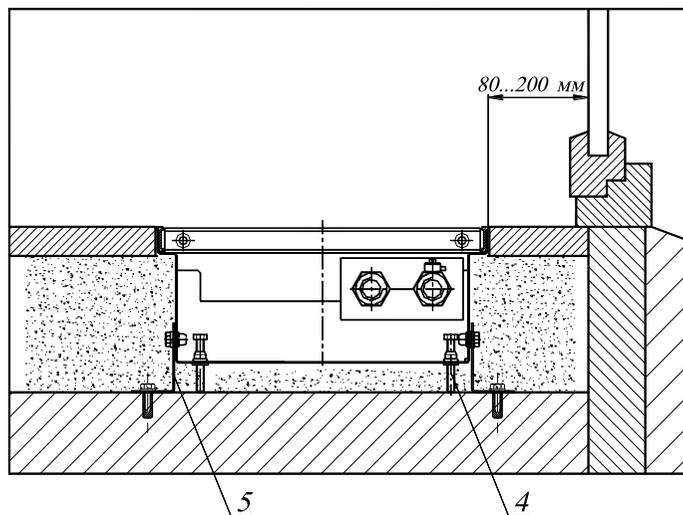

Рис.5
- 5.2 Конвектор монтируется в пол, для этого необходимо установить конвектор или его секции в заранее подготовленный канал в полу и выровнять его по уровню пола, с помощью упорных болтов 4. Для конвектора длиной более 3,1 м соединить секции конвектора между собой болтами с гайками. Закрепить конвектор опорами 6 к черновому полу (см. Рис.5).